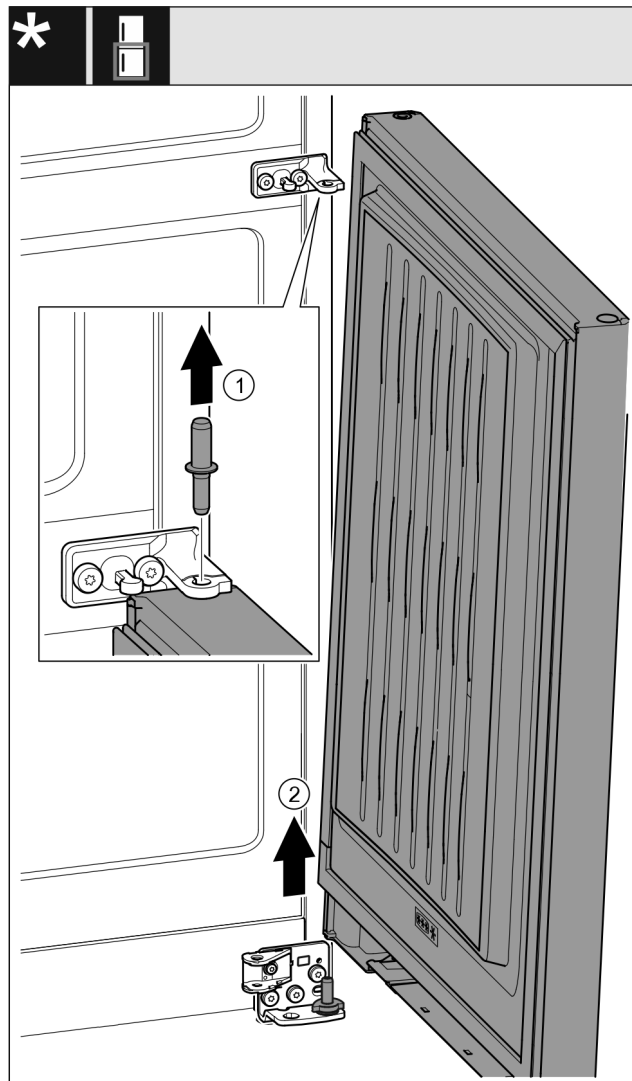

Fig. 18 Con ammortizzatore di chiusura*
- Estrarre il perno Fig. 18 (1) verso l'alto.*
- Ruotare all'esterno la porta Fig. 18 (2), tirarla verso l'alto e disporla a lato.*